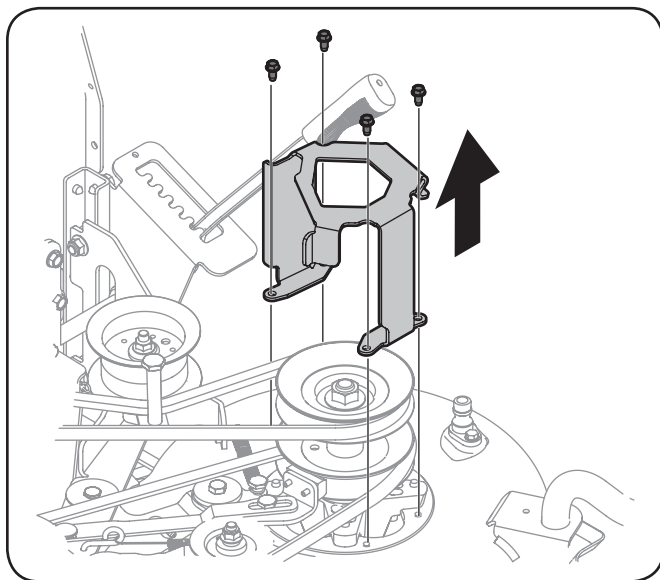

Figura 6-6
2. Retire el protector de la correa se muestra en la Figura 6-6